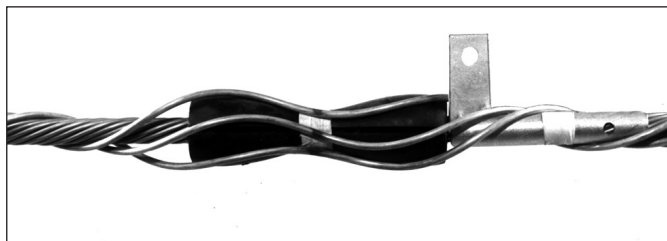

FIGURA 7
3.04 Aplique a segunda vareta no lado oposto da parte curta (plana) do Conector de Aterramento de modo que o mesmo se posicione entre as duas varetas (Figura 7). Aplique o restante das varetas em espaços iguais entre elas. **NÃO TORÇA, CRUZE OU DEFORME AS VARETAS.**